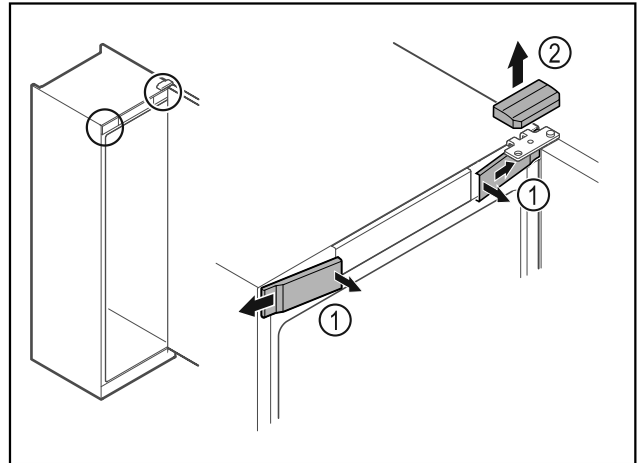

Fig. 8
- ▶ Décrocher les caches avant Fig. 8 (1) du côté intérieur et les retirer vers l'extérieur.
- ▶ Retirer le cache supérieur Fig. 8 (2) vers le haut.